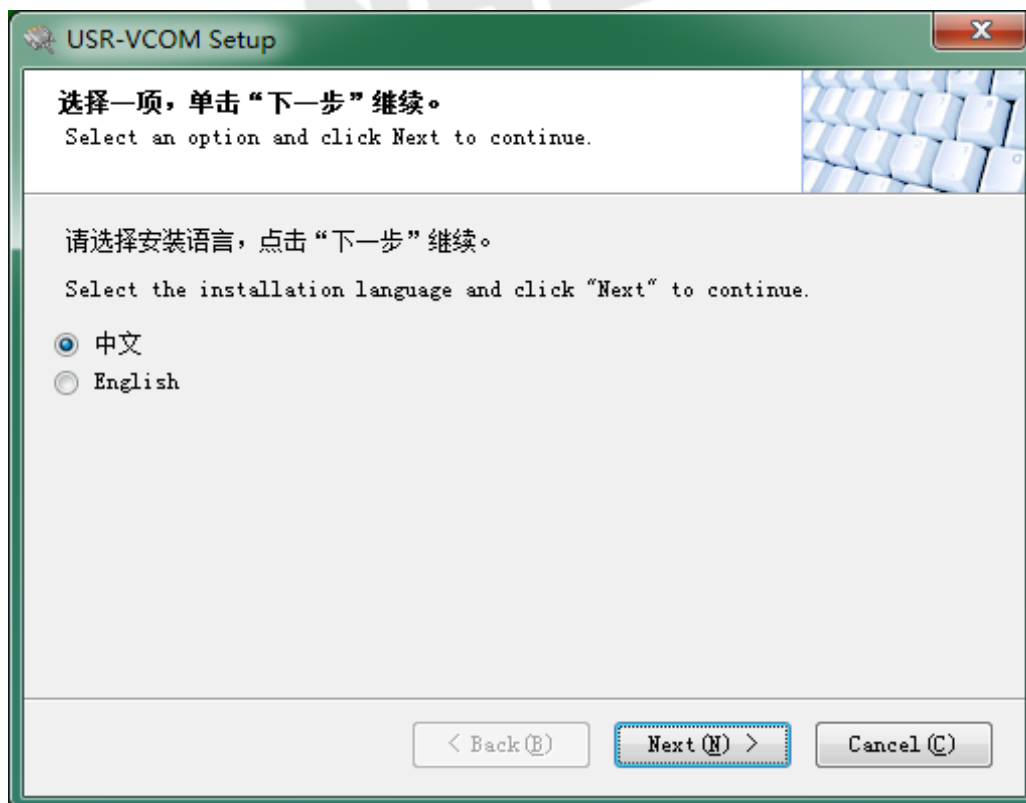

图1
1. 打开光盘，找到“虚拟串口软件”文件夹，再双击安装文件中“虚拟串口软件USR-VCOM_V3.4_Setup.exe”的安装包，**注意：安装之前首先先把电脑上的防火墙关闭，防止被阻止安装**（如图1所示）